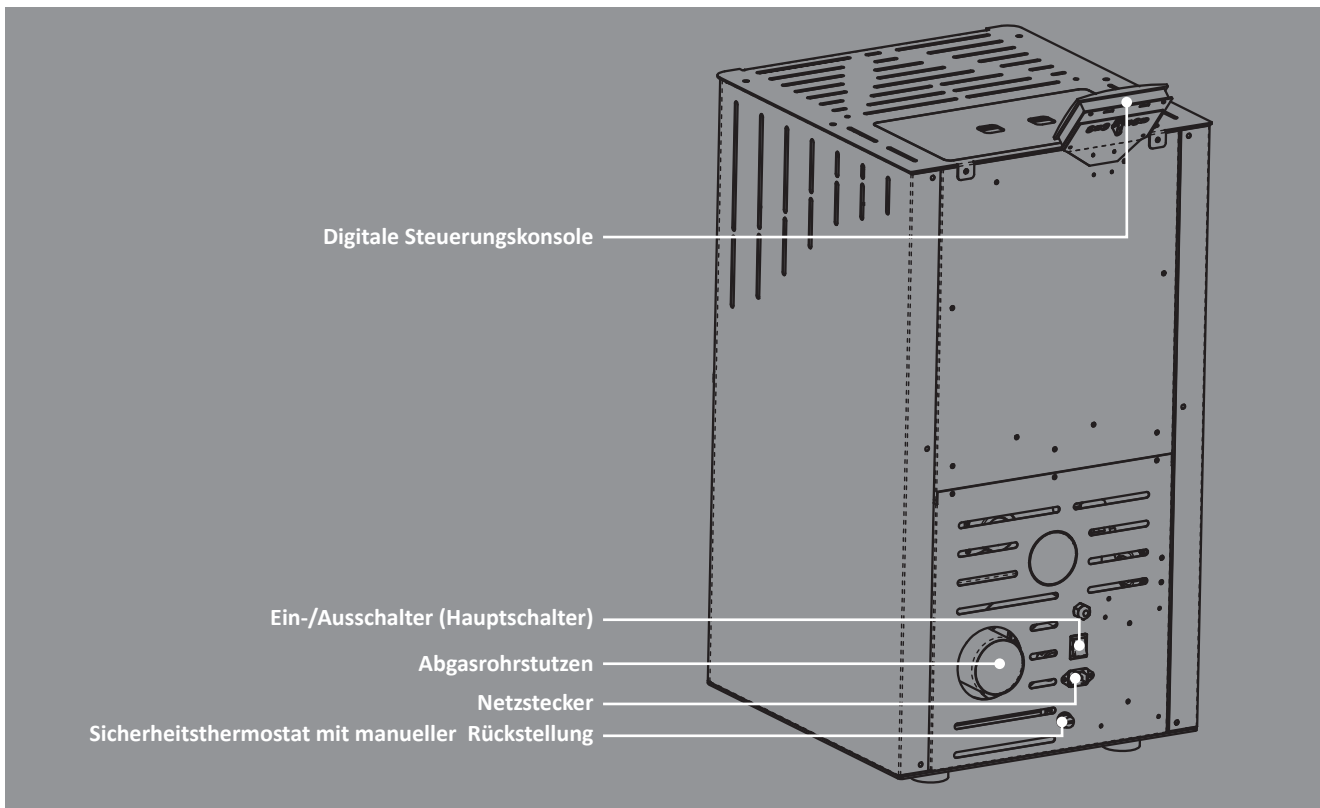
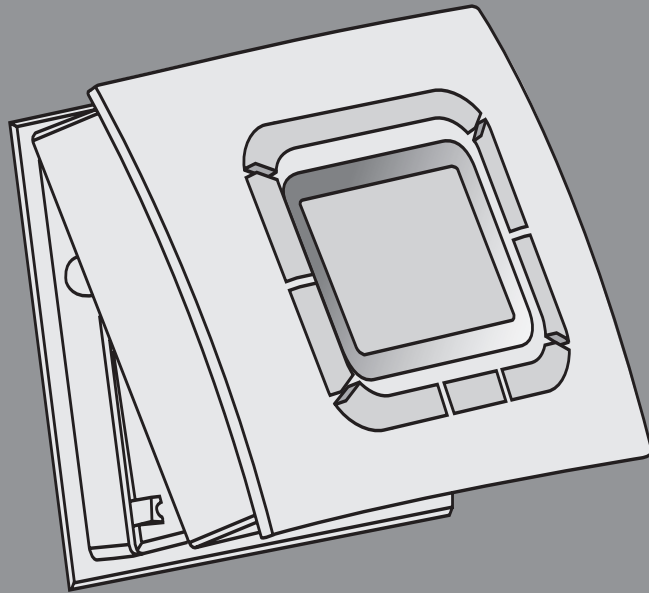

Abb. 1a: Geräteübersicht (Abbildung modellabhängig)
Abb. 2: Display-Montage
- ▶ Schalten Sie im Falle eines Schornsteinbrandes den Ofen sofort am Ein-/Aus-schalter (Hauptschalter, siehe Abb. 1a) ab und ziehen Sie den Netzstecker aus der Steckdose. Versuchen Sie auf keinen Fall den Brand selbst zu löschen. Schütten Sie niemals Wasser in einen brennenden Schornstein. Rufen Sie unverzüglich die Feuerwehr! Lassen Sie zur Identifizierung der Brandursache den Schornstein unbedingt von Ihrem Bezirksschornsteinfeger überprüfen, bevor Sie den Pellet-Heizofen wieder in Betrieb nehmen.
- ▶ Schalten Sie den Ofen sofort am Ein-/Aus-schalter (Hauptschalter, siehe Abb. 1a) ab, wenn aus irgendeinem Teil des Ofens oder des Abgasrohrs Rauch entweicht. Sorgen Sie für eine gute Raumbelüftung, indem Sie sämtliche Fenster öffnen. Lassen Sie den Ofen vollständig abkühlen, bevor Sie die Ursache der Rauchentwicklung ermitteln. Ziehen Sie, wenn nötig einen Fachmann hinzu. Starten Sie das Gerät nicht, bevor die Ursache der Rauchentwicklung geklärt und behoben wurde.
Schalten Sie das Gerät am Ein-/Ausschalter (siehe Abb. 1a) ab. Lösen Sie das Frontteil. Drücken Sie hierfür fest auf die mit „PUSH“ gekennzeichnete Keiltaste an der Display-Unterseite. Entnehmen Sie das Frontteil, indem Sie es nach oben klappen (siehe Abb. 2).
1. Vergewissern Sie sich, dass der Ein-/Ausschalter (Hauptschalter, siehe Abb. 1a) auf der Position 0 steht.
2. Schließen Sie das beiliegende Netzkabel zunächst am Gerät an. Die Anschlussbuchse für das Netzkabel befindet sich unterhalb des Hauptschalters auf der Geräterückseite (siehe Abb. 1a). Stecken Sie dann das Netzkabel in eine geerdete, durch einen FI-Schutzschalter abgesicherte Steckdose (230 V~50 Hz).
3. Bringen Sie nun den Ein-/Ausschalter (Hauptschalter, siehe Abb. 1a) auf Position I. Das Gerät ist nun betriebsbereit und das Display zeigt die folgenden Informationen: